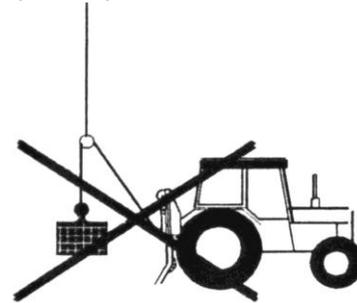

Bild 7
27. Die Winde ist nicht für Lastheben bestimmt (Bild 7).